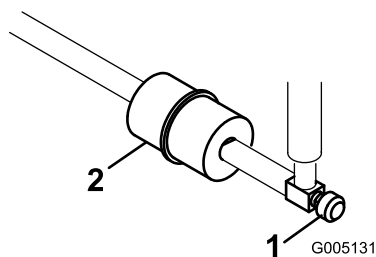

Figura 29
Il filtro del carburante in linea si trova nella linea del carburante tra il serbatoio del carburante e il carburatore (Figura 29).
1. Chiudete la valvola di intercettazione del carburante (Figura 29).
2. Posizionate una bacinella di spurgo sotto il filtro, allentate la fascetta stringitubo sul lato del carburatore del filtro e rimuovete la linea del carburante dal filtro (Figura 29).
3. Allentate l'altra fascetta stringitubo e rimuovete il filtro (Figura 29).